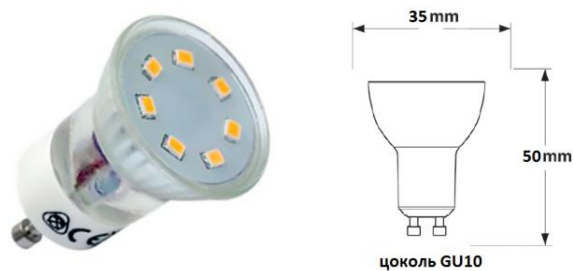

Рис. 14
6. Установите новую лампочку (рис. 14), действуя в обратном порядке.